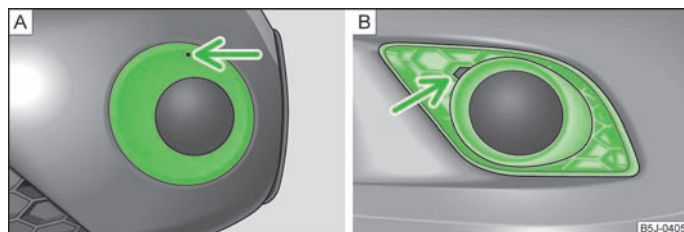

Abb. 151 Vorderer Stoßfänger: Fabia Scout / Fabia RS
- › In die Öffnung oberhalb des Nebelscheinwerfers » Abb. 151 - **A** (Fabia Scout) den Drahtbügel » Seite 166, *Bordwerkzeug* einführen und die Abdeckkappe herausnehmen.
- › Einen Finger in die Öffnung neben dem Nebelscheinwerfer » Abb. 151 - **B** (Fabia RS) einführen und die Abdeckkappe herausnehmen.